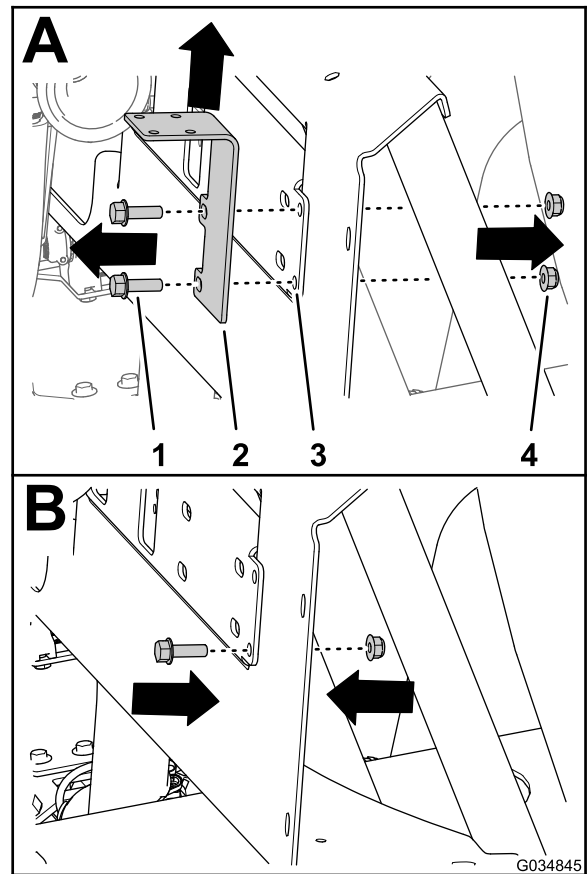

Bild 54
- Entfernen Sie die zwei Bundkopfschrauben (5/16" x 1") und zwei Sicherungsbundmutter (5/16"), mit denen die Stützhalterung für das Überlauf-Abstellventil an der Verteilerbefestigung (A in Bild 54) befestigt ist, und nehmen Sie die Abstellventil-Halterung ab.
- Befestigen Sie eine Bundkopfschraube (5/16" x 1") und Sicherungsbundmutter (5/16") an der Verteilerbefestigung (B in Bild 54) in der unteren Lochposition für die Abstellventil-Halterung, die Sie in Schritt 5 entfernt haben.